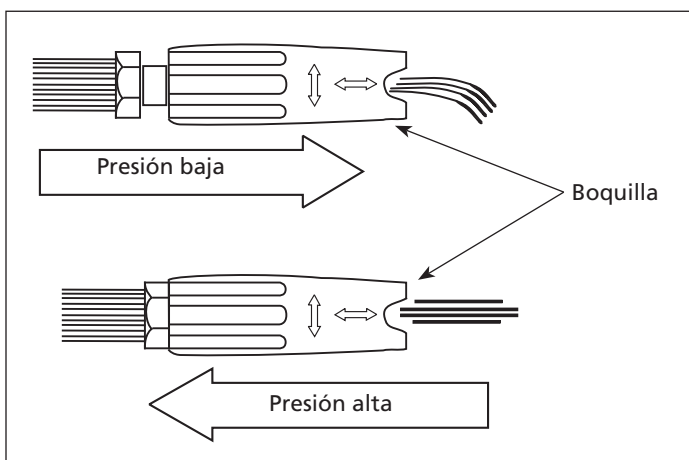

Figura 13 - Ajuste de la boquilla para regular la presión
3. Coloque la mano alrededor de la sección final de rociado de la lanza (la sección que gira de izquierda a derecha). Tire firme y rápidamente hacia afuera. (NOTA: No ajuste la lanza mientras está rociando.) La lanza se extenderá 1/2" y quedará en presión baja (vea la Figura 13). El jabón sólo se puede succionar a baja presión.